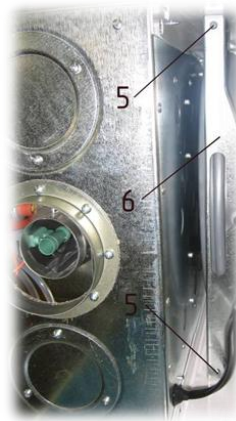

Рис.20. Демонтаж расширительного бака
- 5) отвернуть два винта крепления 5 (см. Рис. 20) верхнего кронштейна 6 к швеллерам котла;